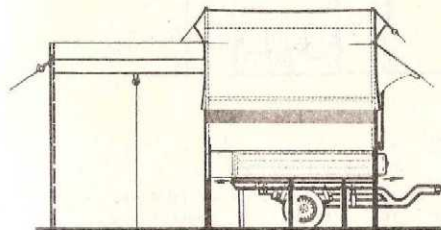

fig. 26
Pase el borde inferior de la lona de la carpa por la guía metálica con que comenzó toda la operación (10) e inserte el broche metálico central en el pequeño recorte que ésta posee (fig.26) tensando los elásticos del borde, por delante al gancho del extremo de la compuerta, y por detrás al gancho que sobresale de la caja